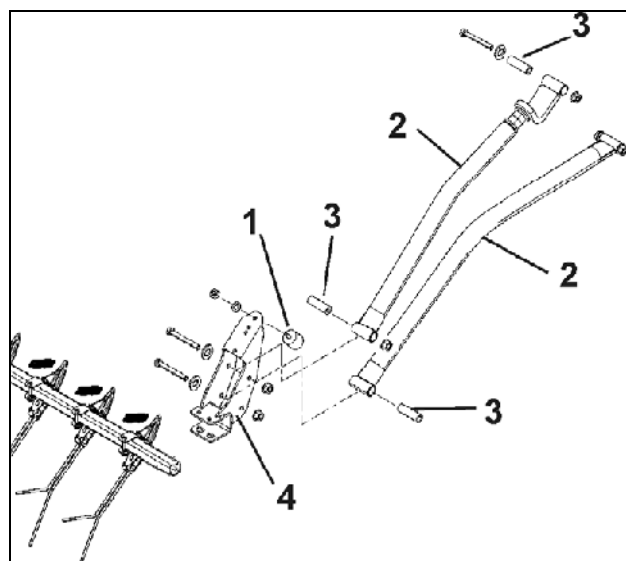
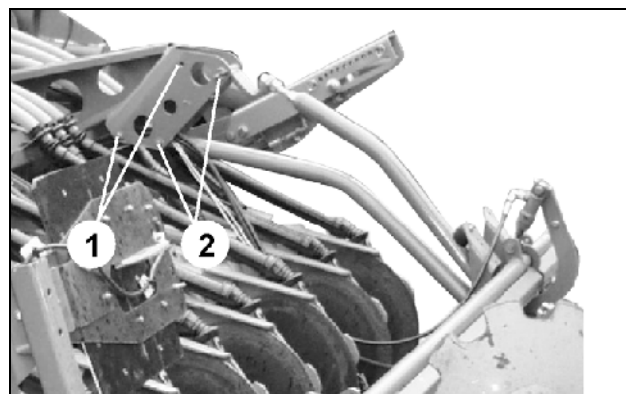

Fig. 36
Fig. 37
- Atornillar tope de caucho-metal (Fig. 36/7).
- Atornillar los tubos de sujeción (Fig. 36/2) con manguitos de apoyo (Fig. 36/3) en los soportes (Fig. 37/1, 2) y en las bolsas (Fig. 36/4) del rastillo de precisión.
- Emplear los puntos de fijación (Fig. 37/1) al usar rejas WS o ROTEC.
- Usar los puntos de fijación (Fig. 37/2) al usar rejas ROTEC+.